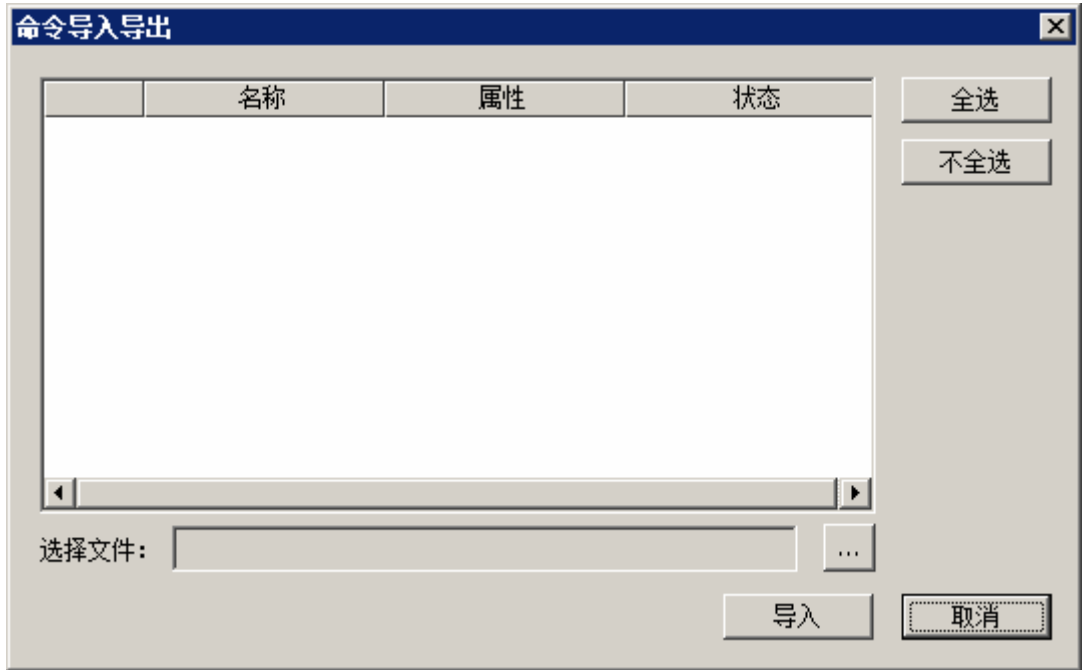

图 4-14 导入通信命令
- 1) 选中主站下某个设备，单击工具栏导入图标，打开如图 4-14所示界面。